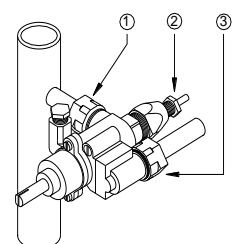

Abb. 10
- Entfernen Sie die Schrauben, mit denen die Abdeckung befestigt ist, vollständig und entfernen Sie sie (Abb. 10).
- Lösen Sie den Schlauch, indem Sie die Muttern (3) und (1) des Ventils lösen, das Sie wechseln möchten. Nehmen Sie dann das Thermoelement des Ventils ab, indem Sie die Mutter (2) lösen.
- Lösen Sie die Muttern des Thermoelements, mit dem es befestigt ist (2, Abb. 10), und die Mutter, die am Ventil befestigt ist, vollständig